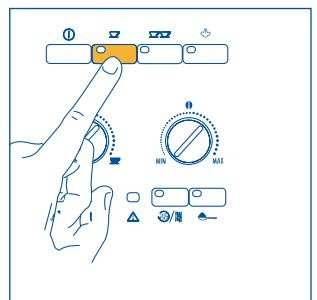
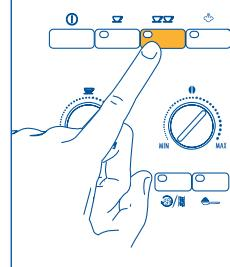

Fig.12
Fig. 13
- 5) Trykk på tasten ☕ (fig. 12) hvis du ønsker 1 kopp, eller på tasten ☕ (fig. 13) hvis du ønsker 2 kopper (Nå maler maskinen kaffebønnene, foretar en kort for-trekking og slipper deretter ut resten av vannet i koppen). Når ønsket mengde er oppnådd, stanser maskinen utslippet automatisk og tømmer overflødig kaffe i beholderen for kaffebønner.
- 7) For å slå av maskinen, trykk på tasten ①. (Før maskinen slår seg av, foretar den automatisk en skylling: Det kommer litt vann ut av tutene som samles opp i dråpeoppsamlingsskålen under – Pass på at du ikke brenner deg). Hvis maskinen ikke slås av med tasten ①, vil den uansett slå seg av etter 3 timer etter siste gangs bruk, ved å foreta en kort skylling.
MERKNAD 4: Mens maskinen lager kaffe, kan du når som helst stanse utslippet ved å trykke på tasten ☕ (fig. 12) eller ☕☕ (fig. 13) som du valgte tidligere.
MERKNAD 5: Med én gang all kaffen har kommet ut, hvis du ønsker å øke kaffemengden, hold tasten ☕ (fig. 12) eller ☕☕ (fig. 13) som du valgte tidligere inne helt til du får ønsket mengde kaffe (Dette må gjøres innen 3 sekunder etter at kaffen er ferdig).